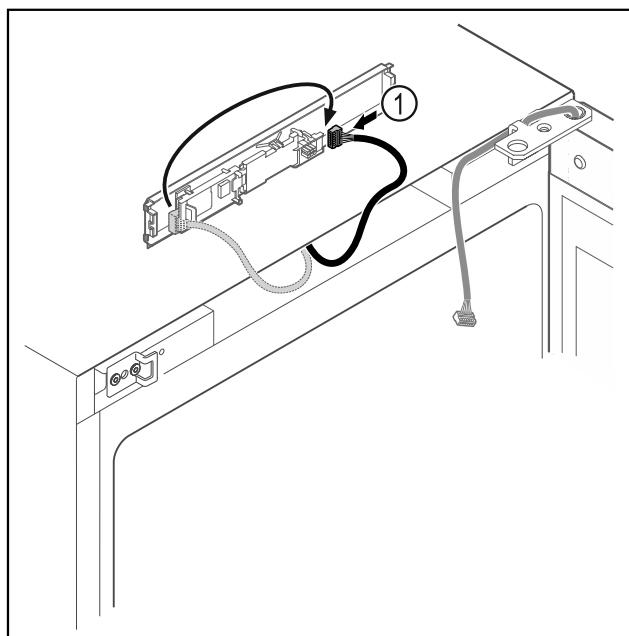

Fig. 21
- Lidhni spinën Fig. 21 (1) në qark në anën tjeter.